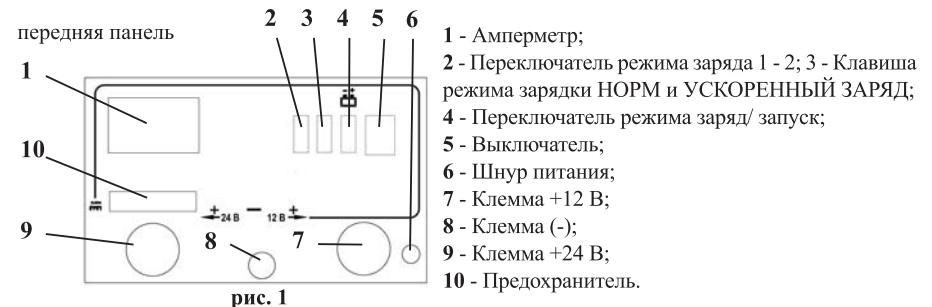

рис. 1
Общий вид зарядного устройства представлен на рис. 1:
9.1 При отключённой вилке сетевого кабеля установите переключатель 4 (рис. 1) в положение ЗАПУСК. Затем подсоедините, соблюдая полярность, соединительные провода устройства к клеммам аккумуляторной батареи. Помните, несоблюдение полярности при подсоединении проводов может привести к выходу устройства из строя.
9.3 Ключом зажигания включите стартер. Если двигатель не запускается в течение 5-6 секунд, выключите устройство выключателем сети 5 (рис. 1), выдержите паузу 15 - 20 секунд, после чего производите повторный запуск.
9.4 Если после 5 включений двигатель не запустился, то во избежание перегрева стартера и устройства, выдержите паузу не менее 5 минут. За это время выключите устройство выключателем сети 5 (рис. 1) и проверьте надёжность контакта между соединительными проводами и клеммами аккумуляторной батареи.
- выключить устройство выключателем сети 5 (рис. 1);